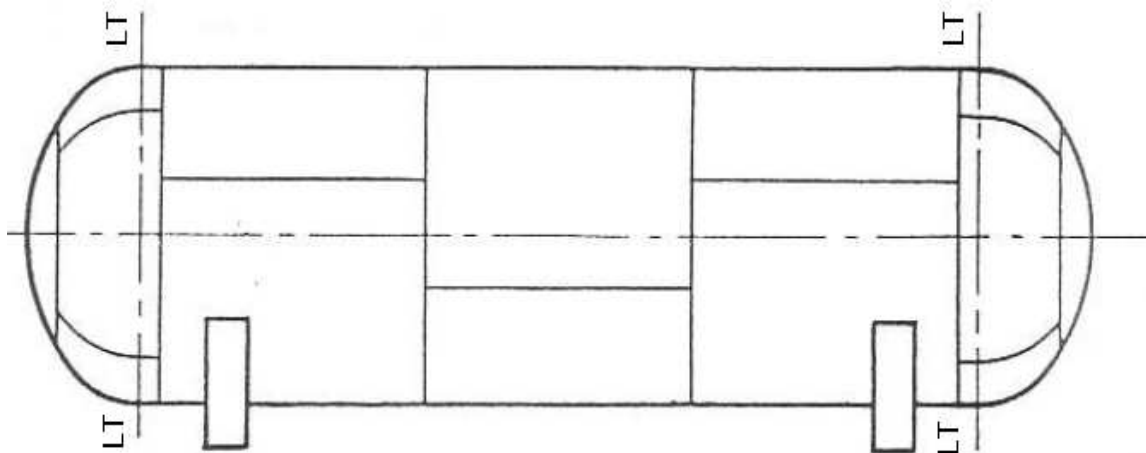

Fig. 5.1
- de préférence un trait continu correspondant au contour des pièces assemblées (lignes de soudage d'un fond bombé sur une virole, lignes d'assemblage des diverses parties d'un fond bombé ou des différentes tôles qui constituent une virole) Fig. 5.1.